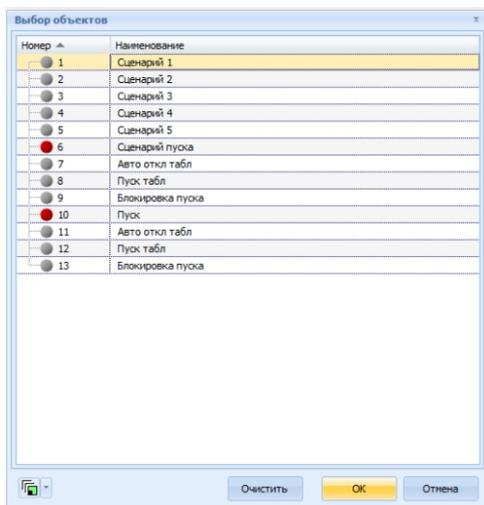

Рисунок 5
7.2.2 В приложении «Администратор» ПО FireSec в режиме «Проект» в списке устройств к используемому модулю сопряжения подключить ПДУ, задав нужный адрес. Затем раскрыть список направлений, правым кликом вызвать выпадающее меню для требуемого направления и выбрать пункт «Свойства» (рисунок 5). В открывшемся окне выбрать необходимый сценарий. После заполнения всех нужных направлений нажать кнопку «».